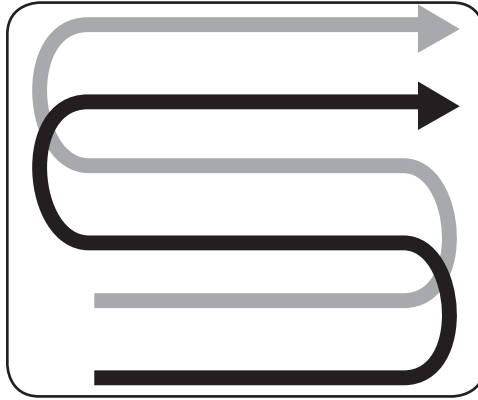

Figure 4-6
- Lorsque vous préparez un lit de semences, effectuez le même passage deux fois sur la première rangée, puis chevauchez les rangées suivantes d'une demi-largeur de motoculteur. Voir Figure 4-6.